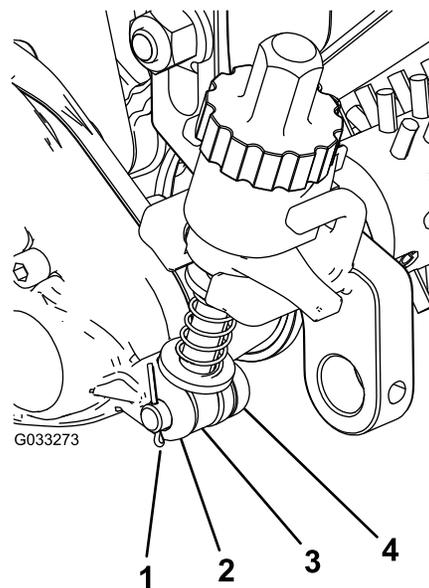

Figura 22
3. Deslize a barra do braço de ajuste para perto da caixa de transmissão do rastelo para o espaço na caixa de transmissão e fixe-a com um pino de ajuste e um contrapino (Figura 22).